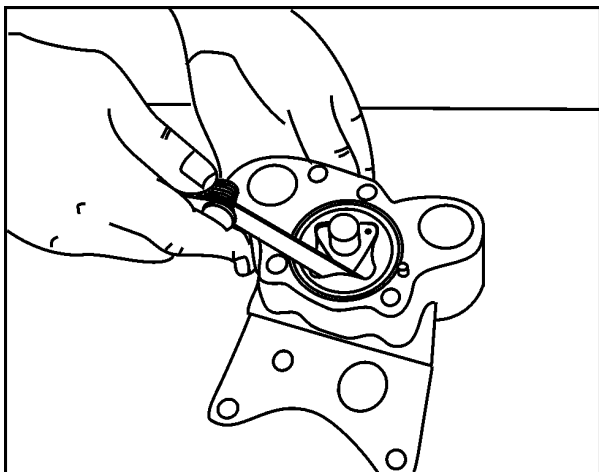

FIG 4
3. Monte o rotor externo e verifique a folga com a lâmina calibradora entre os rotores, **Fig.4**, veja Especificações Técnicas.